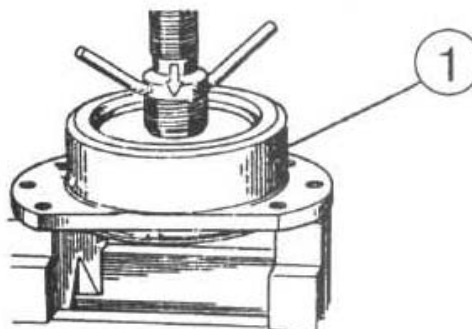

Рисунок 4.48
5) выпрессуйте из стакана (1) (рисунок 4.48) наружную обойму подшипника;